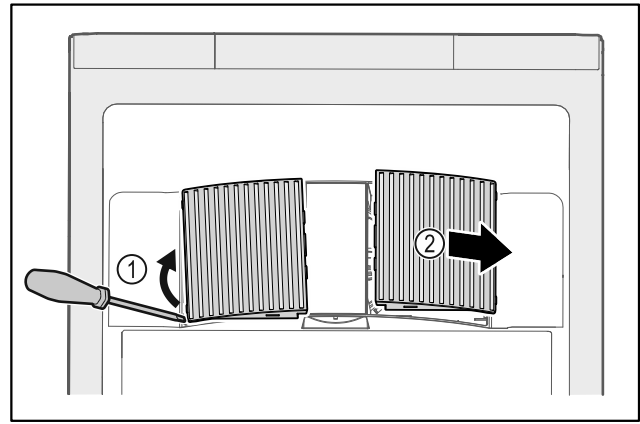

Fig. 152
▶ Óvatosan fessegesse le a ventilátor burkolatait oldalról Fig. 152 (1), és emelje le őket előre Fig. 152 (2).